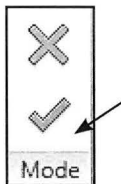

Fig. 08.49.
- Når klinkegulvet er tilrettet, klik *Finish Edit Mode* (Fig. 08.49).
- Når trægulvet er tilrettet, klik *Finish Edit Mode* (Fig. 08.49).